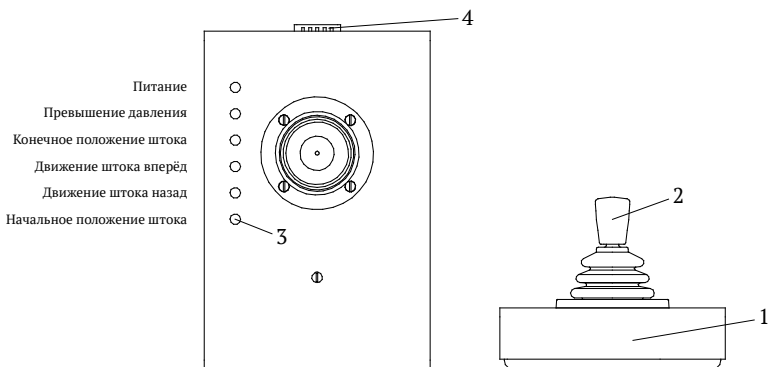

Рис. 4. Внешний вид джойстика:
4.4 Внешний вид джойстика показан на рис. 4.
4.9 Изменение давления осуществляется с помощью блока джойстика, который состоит из *корпуса 1 (Рис. 4) рукоятки джойстика 2, индикаторов 3 и разъема подключения к системе 4*. Индикаторы служат для отображения состояния системы и конечных положений штока. Блок джойстика выполнен выносным для удобства его расположения на рабочем месте. Джойстик работает в обоих режимах работы ГСКА.